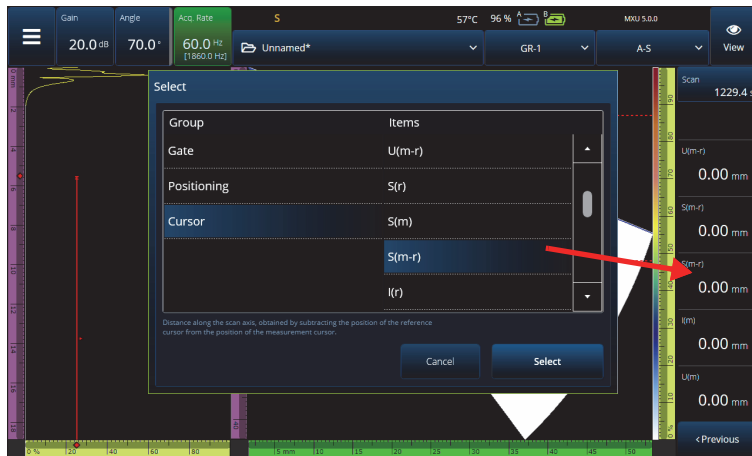

图 2-64 读数选择示例
- b) **Select Reading**（选择读数）可使您用任何可用的读数替换某个特定读数（参见第109页的图 2-64）。